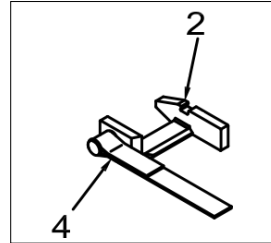

Abb. 13: Zugbandbefestigung
- » die Schlaufen der Zugbänder (1 – Abb. 13 + 14) über die Bolzen der Lagerungen (1 – Abb.13 + 14), (Bolzen befinden sich beim Zubehör), führen
- » Zugbänder ziehen (ca. 300 – 500 mm) und die Lagerungen (2 – Abb.13 + 14) in das Blech (3 – Abb. 14) in die Laufwagen einschieben bis dieses eingerastet sind